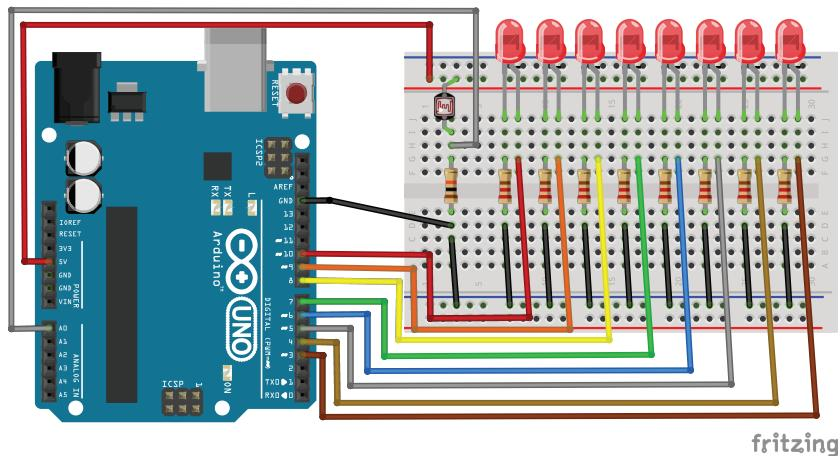

Рис. 13.3. Схема подключения фоторезистора и светодиодов к Arduino
Теперь создадим индикатор освещенности с помощью светодиодного ряда из 8 светодиодов. Количество горящих светодиодов пропорционально текущей освещенности. Собираем светодиоды по схеме на рис. 13.3, используя ограничительные резисторы номиналом 220 Ом.
1. Подключаем фотодиод и светодиоды по схеме на рис. 13.3.
3. Регулируем рукой освещенность фотодиода и по количеству горящих светодиодов определяем текущий уровень освещенности (рис. 13.3).